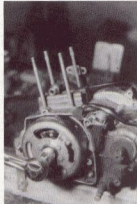
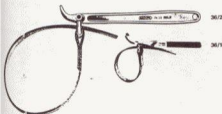

Bild 95
Bild 94
- Zum Lösen der Zentralbefestigungsmutter des Magnetrotors muss der Pleuellagerbolzen am Mitdrehen gehindert werden. Als geeigneten Gegenhalter kann man entweder einen Bandschlüssel nach Bild 94 verwenden oder nach der Methode vorgehen, die in Bild 95 gezeigt ist. Die Abmessungen der dazu benötigten Teile gehen aus Bild 56.5 hervor. Letztlich ist zu diesem Zweck noch ein einfacher Gegenhalter in Bild 56.4 dargestellt, der sich leicht selbst herstellen lässt und immer dann eingesetzt werden kann, wenn Zylinder und Pleuellager nicht demontiert sind und der Bandschlüssel nicht zur Hand ist.